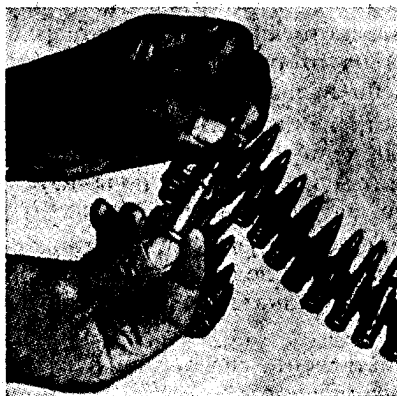

Рис. 116. Вкарване на патрона в съединителното звено
- поставя се патронът в съединителното звено (рис. 116), като се следи да не излезе фиксиращият издатък на ключалката от отворището на съединителното звено.